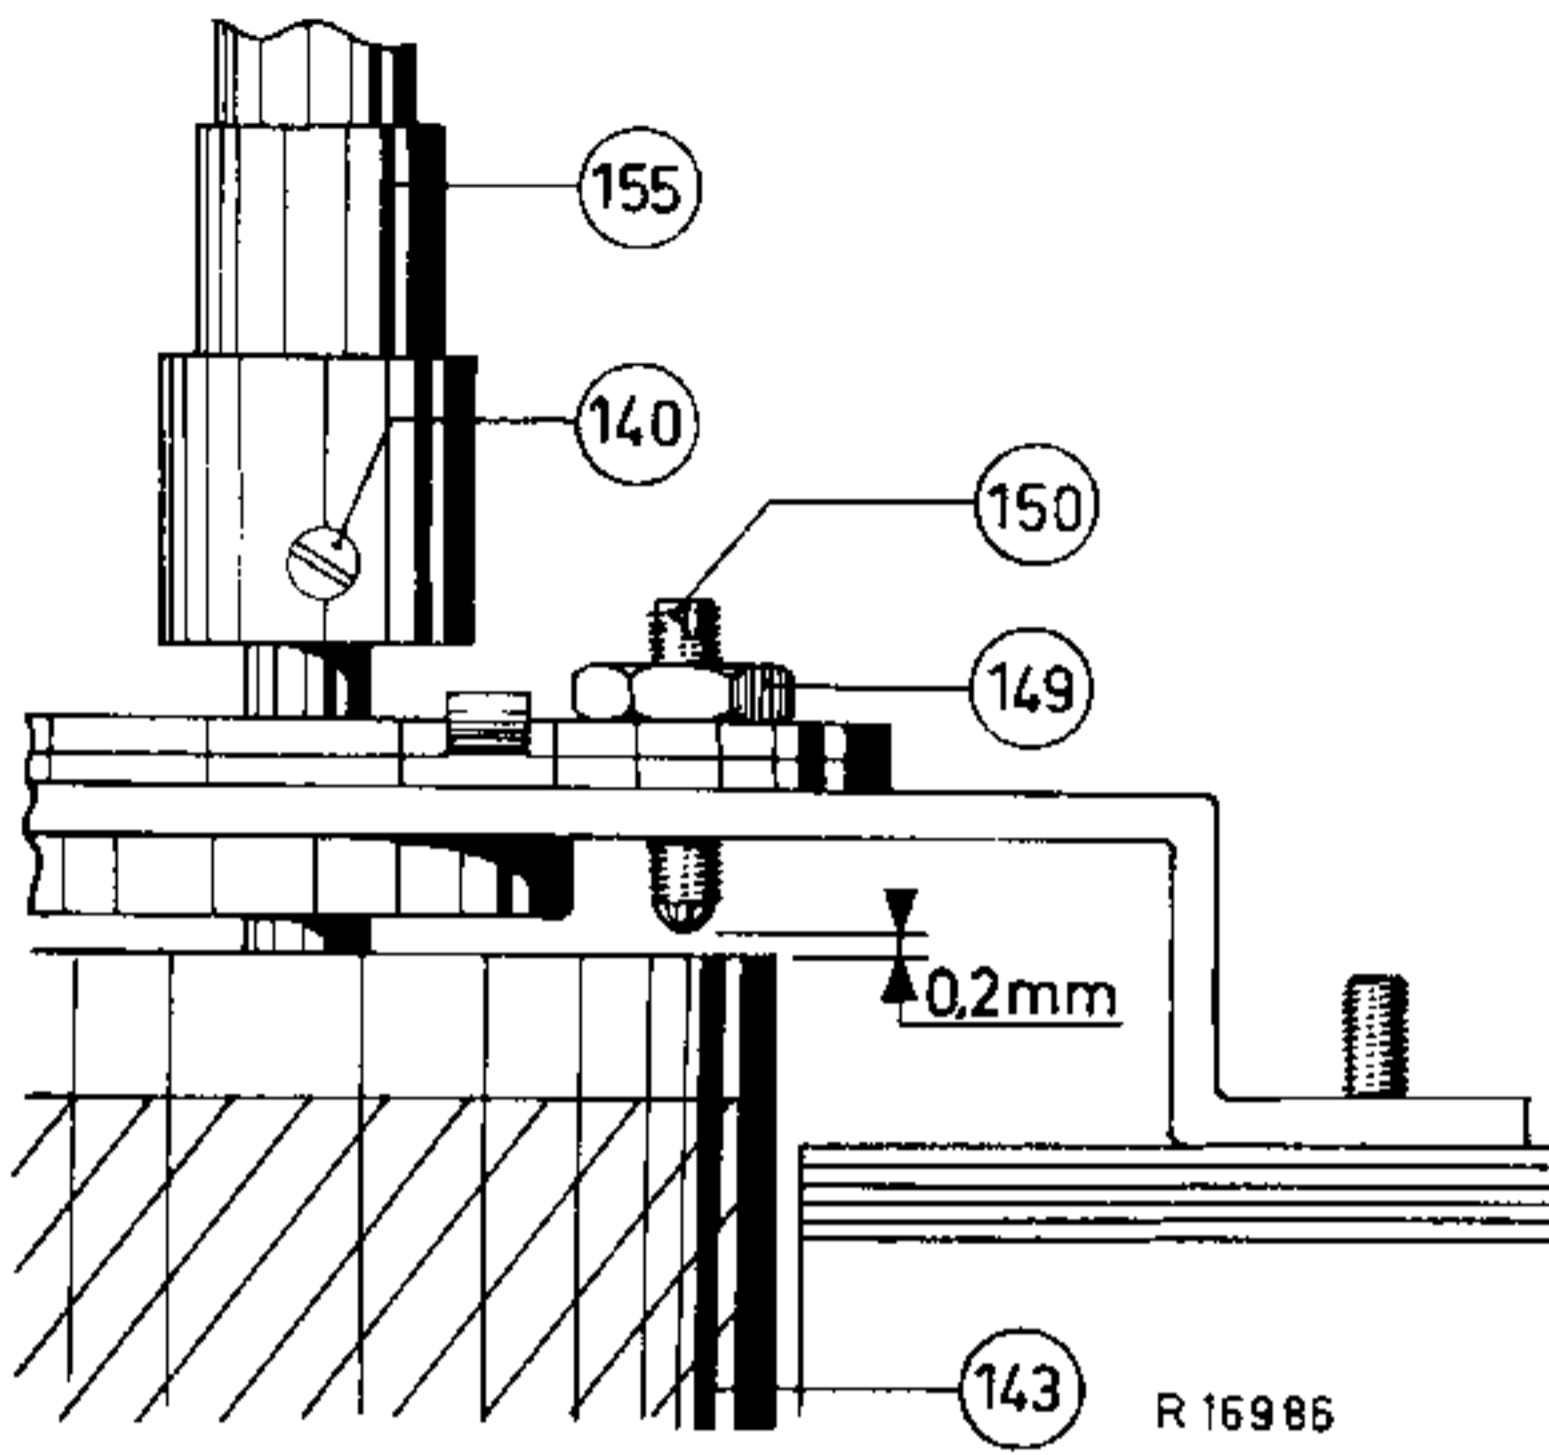

Fig.7
De stelschroef pos 150 begrenst de axiale slag van de rotor. De afstand tussen het uiteinde van deze stelschroef en de rotor moet 0,2 mm zijn. Dit kan dus met dezelfde voelertjes ingesteld worden. (fig. 7).